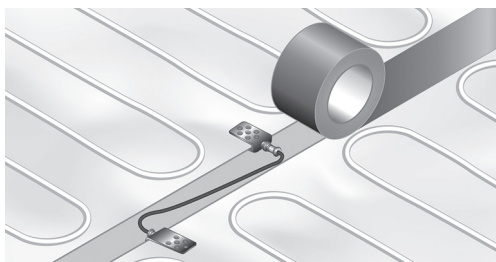

Fig. 9. Installation des raccords de mise à la terre
9. Installation des raccordements de mise à la terre (fig. 9).